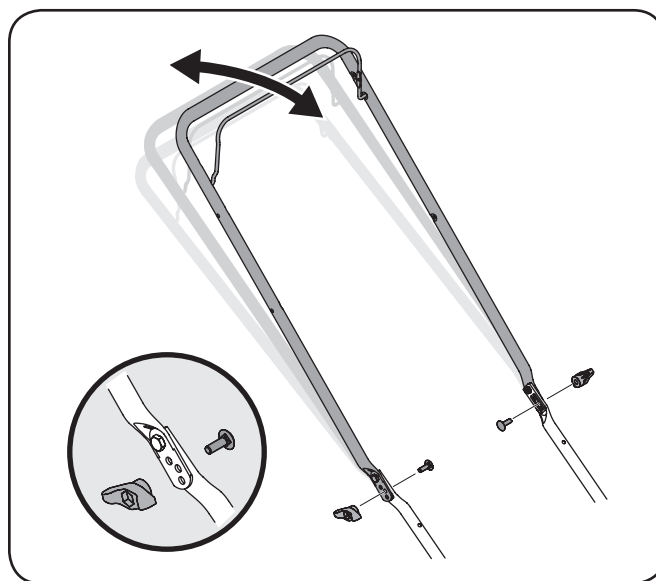

Figure 3-12
1. Quite los tornillos y tuercas de mariposa transporte de manejar. Vea Figure 3-12.
2. Coloque el mango en una de las tres posiciones que se sienta más cómodo. Vea Figure 3-12 inserción.